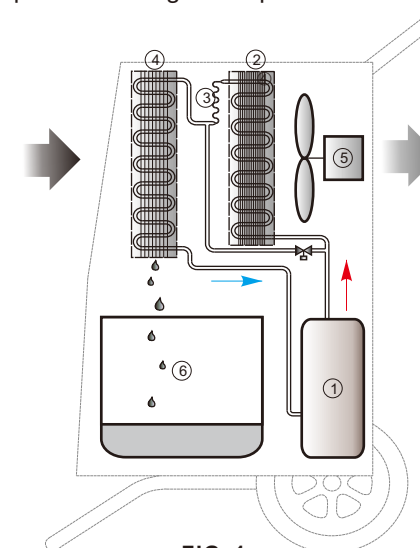

FIG. 1
(voir FIG. 1) Les déshumidificateurs MDR sont conçus sur la base du système de circulation de refroidissement. À l'intérieur de ce système hermétique, le compresseur (①) pompe et comprime le réfrigérant qui se transforme alors en gaz haute température qui est acheminé au condenseur (②).